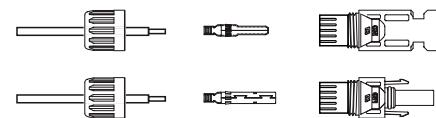

图5.13 拆卸连接器盖
- 将直流电缆线护套拨开7mm，拆卸连接器螺母，如图5.13所示。